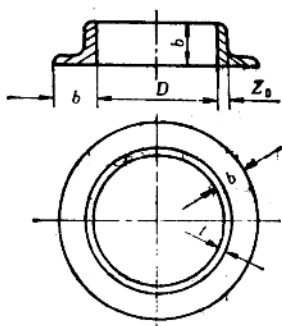

图 12
10. 外弯等边角钢圈(如图 12), 已知其内径 $D = 1000\text{mm}$, 角钢规格为 $50 \times 50 \times 5\text{mm}$, 按理论公式计算展开料长 L 为多少毫米?(查表 $Z_0 = 1.42\text{cm}$, 保留一位小数)